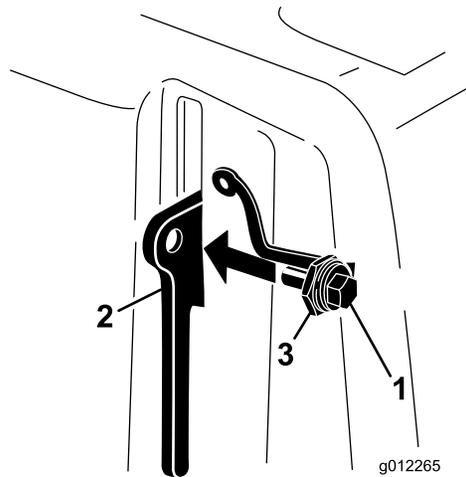

図 10
3. ベルトカバーのラッチのレバーにボルトを通す 図 10。